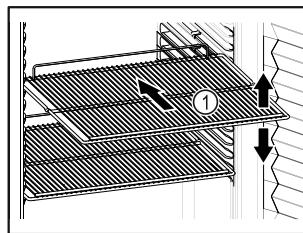

Fig. 77 Beispielhafte Darstellung
- ❑ Wenn Ablageflächen Fig. 77 (1) versetzbar sind, Ablageflächen je nach Höhe anpassen.